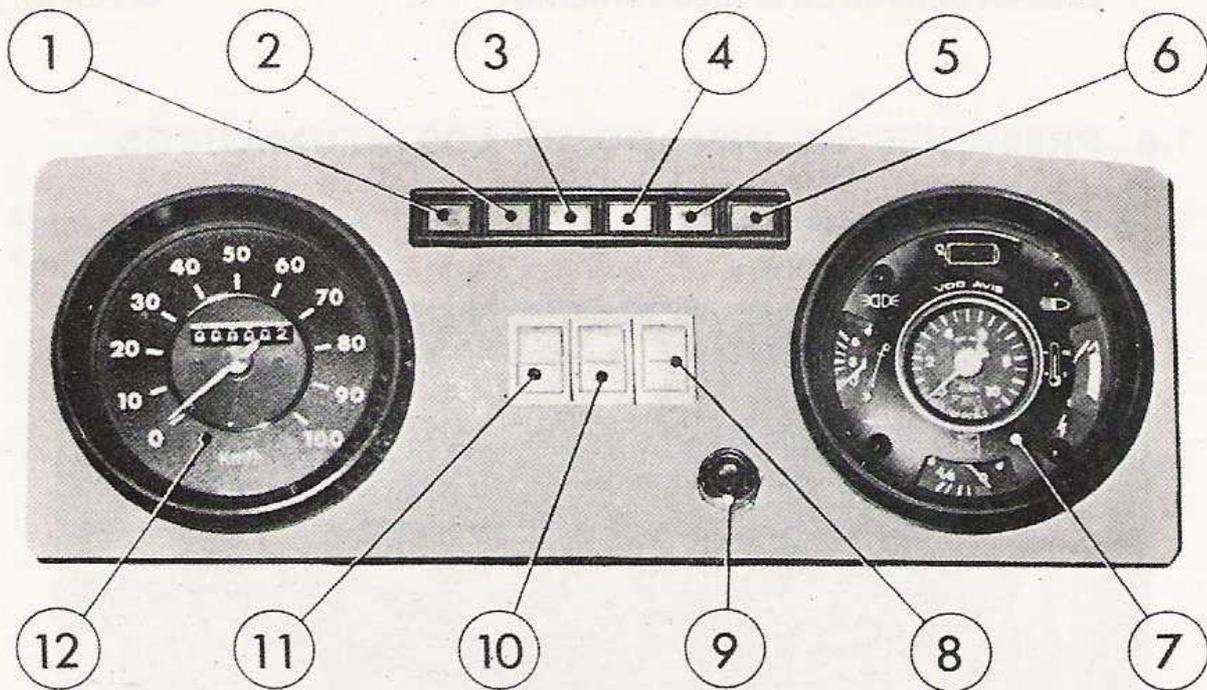

Fig. 1.5. - Tablero de instrumentos
- 1.º Conectar el interruptor general de las baterías (fig. 1.5).